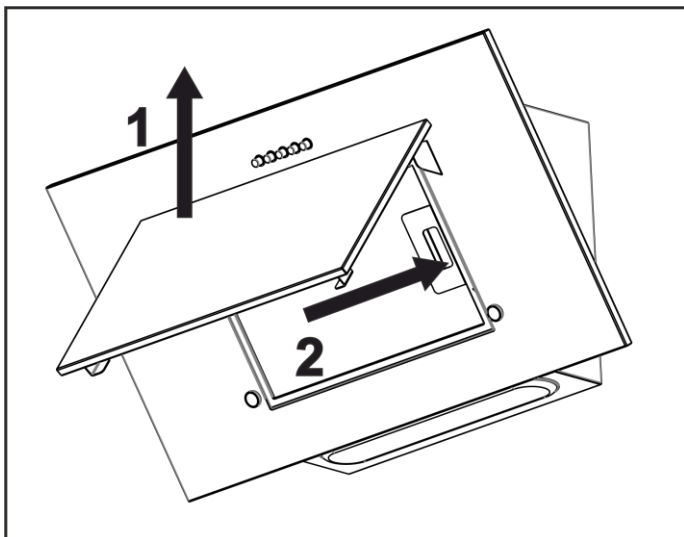

Рис.6
7.10 Для зняття алюмінієвого фільтра (рис.6) слід натиснути на пружинну засувку і, потягнувши на себе і вниз, зняти фільтр з панелі. Встановлення фільтра виконати в зворотному порядку.